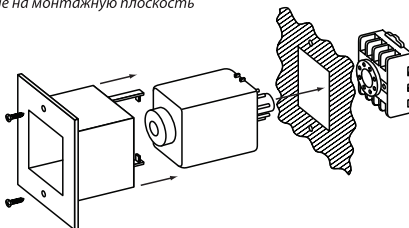

Рисунок 9. Монтаж реле PB2, PB3 в вырез в крышке щитка 45x55 мм
- в вырез в крышке щитка 45x55мм при помощи крепления KP-57 для PB2, PB3 (см. рисунок 9);